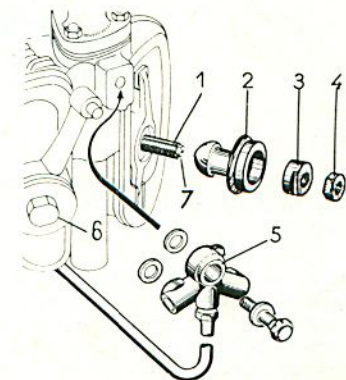

Figure 10.
Réglage des culbuteurs (jeu des soupapes et jeu latéral) (fig. 10 et 11)
— Déposer les tubes de graissage (5, fig. 10), les couvercles de culbuteurs et leurs joints.
— Maintenir l'écrou (3, fig. 10) et déposer le contre-écrou (4) et le pivot (2). Essuyer soigneusement la pellicule d'huile pouvant se trouver entre l'écrou et le pivot, vérifier si l'axe (1) du culbuteur est bien bloqué sur le cylindre.
— Maintenir l'écrou (3, fig. 10) avec une clé Wilmonda, bloquer le contre-écrou (4).
— Remonter les culbuteurs après avoir essuyé la pellicule d'huile pouvant se trouver entre le pivot et l'écrou. Régler comme indiqué à la méthode précédente, injecter avec une seringue de l'huile moteur propre par le siège (7, fig. 10) de l'axe de culbuteur, on peut se rendre compte qu'il y a suffisamment d'huile en faisant tourner le pivot sur lui-même, dès que l'injection est faite. En effet l'huile introduite dans les canalisations pousse le pivot contre son culbuteur et en faisant tourner le pivot sur lui-même, on constate que le mouvement de rotation est beaucoup plus gras qu'après réglage.
— Remonter les couvercles de culbuteurs et leurs joints, le serrage du bouchon 6, fig. 10 est de $1 \pm 0,3$ m.kg, un serrage plus fort ne permet pas de colmater une fuite d'huile, dans ce cas revoir les joints. Remonter les tubes de graissage. Poser les bougies et leurs embouts.